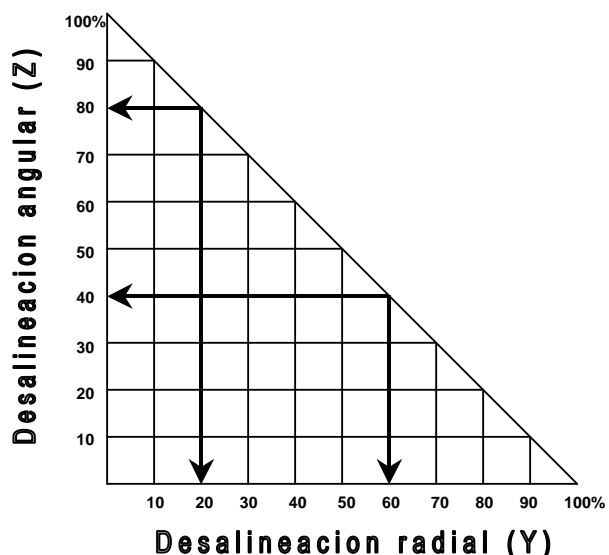

FIGURA 2
Las cotas de la tabla 7 son cotas de desalineación máxima admisibles. Si la desalineación radial (Y) y angular (Z) aparecen al mismo tiempo, los valores de desplazamiento permisibles solo pueden utilizarse parcialmente (ver figura 2).
Ejemplo para la combinación de desalineaciones dada en figura 2